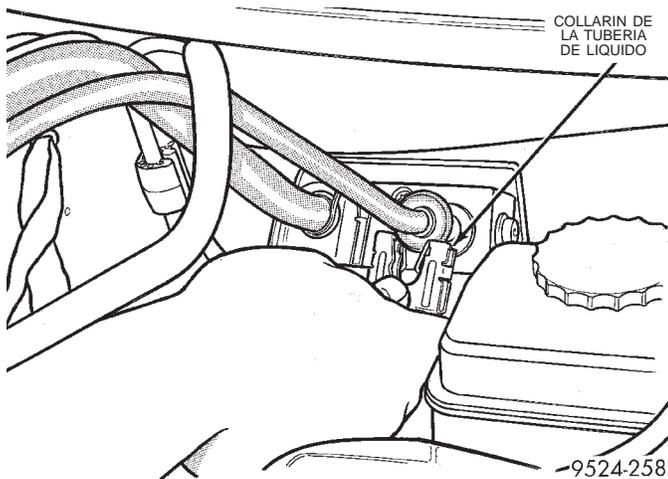
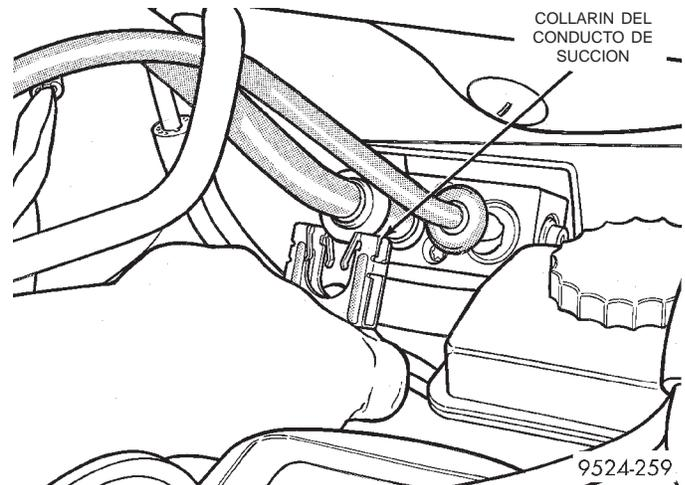

Fig. 44 Collarín de la tubería de líquido
Fig. 45 Collarín del conducto de succión
(1) Retire el refrigerante del sistema de A/A usando una máquina de recuperación de refrigerante.
(2) Desconecte los collarines de la tubería de la válvula de expansión (Fig. 44) y (Fig. 45).